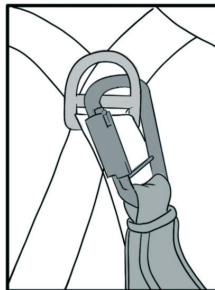

fig.2
2. Kontroller at brukerkoblingen er festet til festepunktet på selen før arbeid utføres i høyden, og der det er nødvendig, at den er strammet til med en skrunøkkel (fig. 2).